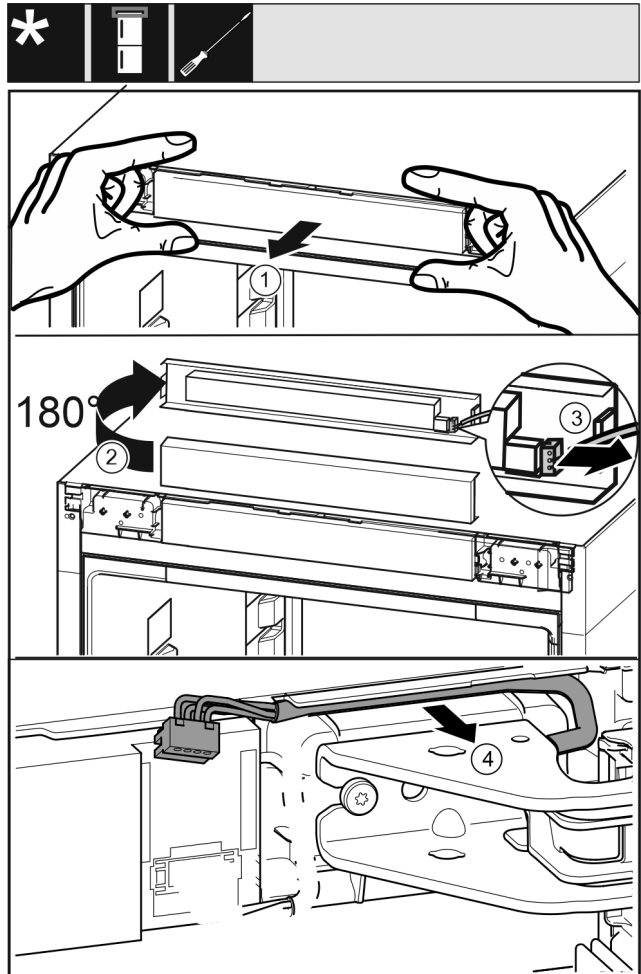

Fig. 19
- Løsne betjeningsdekselet til apparatet forsiktig fremover. Fig. 19 (1)
- Vri betjeningsdekselet oppover 180°. Fig. 19 (2)
- Trykk låsetappen bakover, og trykk pluggen forsiktig ut. Fig. 19 (3)
- Løsne kabelen over lagerbukken forsiktig ut av føringen. Fig. 19 (4)